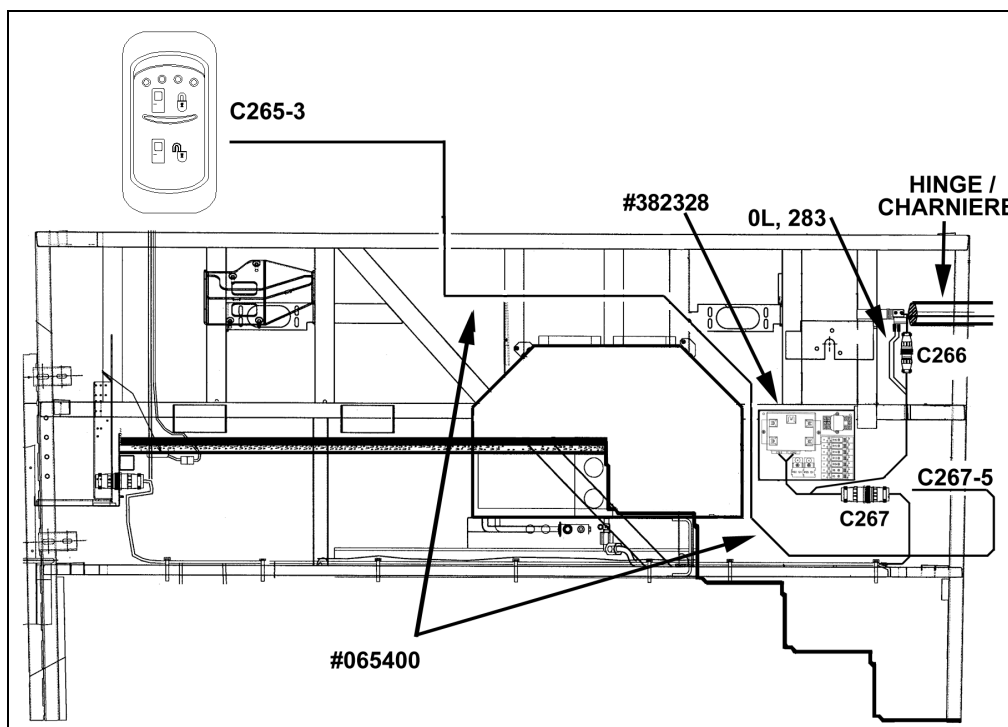

FIGURE 1 : LOCALISATION DU MODULE ÉLECTRONIQUE SUR LA STRUCTURE AVANT VIP
2. Débrancher les connexions électriques du module électronique actuellement sur le véhicule et retirer le module (figure 1).
3. Installer le nouveau module #382328 (il peut être nécessaire de repercer la structure). Brancher les connecteurs C266 et C267 selon la figure 1.
4. Raccorder les fils 0L et 283 à l'interrupteur de fin de course situé près de la charnière supérieure de porte (figure 1 et 2).
6. Faire parcourir le câblage #065400 jusque derrière le tableau de bord. Retirer le fil 285 du port 3 de l'interrupteur à bascule de verrouillage/déverrouillage de porte et insérer l'extrémité identifiée C265-3 dans le port 3 du même interrupteur. Isoler le connecteur du fil 285 avec une gaine thermorétractable (figure 1).